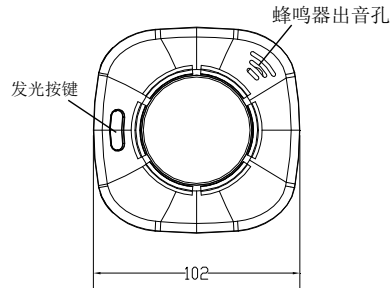

图 2
说明：上图中，上盖、PCB 板、底座组装成一个整体（下称“报警器”），安装座为一个独立整体（图 2）。
3. 报警测试功能：探测器接入电源后即可进入正常工作，指示灯约 60 秒闪亮一次（绿色），按下测试按键（位置见图 2），蜂鸣器发出报警声同时指示灯恒亮（红色），松开测试按钮探测器恢复正常工作状态；
5. 报警消音功能：报警器报火警后，按下测试按键（位置见图 2）3 秒以上为报警消音，报警器的消音周期为 10~20 秒，在消音周期内报警器不会再报警，消音后探测器回到正常工作状态（此时若探测器内仍然有烟雾且烟雾浓度达到设定报警浓度则探测器还会继续报警）；